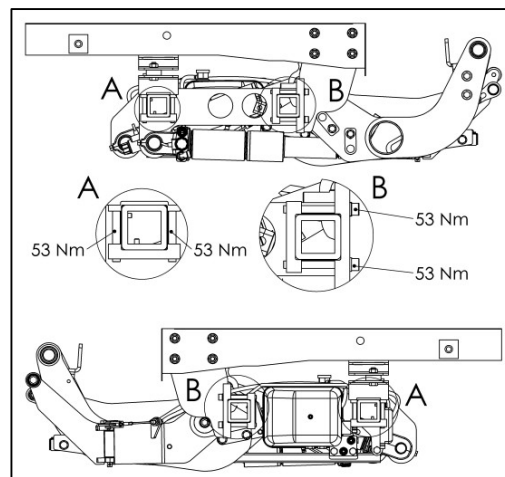

Fig. 34
- Fije los adaptadores de instalación al mecanismo de elevación y apriete los tornillos a 53 Nm (39 lb-ft) (vea la Fig. 34).